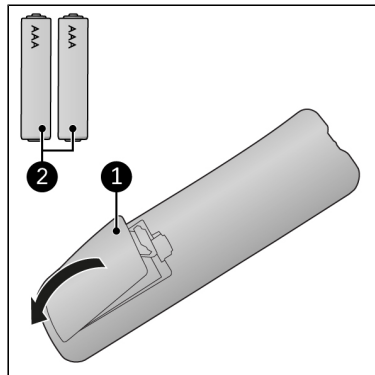

Abbildung 49.
1. Entfernen Sie die Abdeckung (Abbildung 49, Pos. 1).
3. Legen Sie zwei Batterien (AAA 1,5 V) (Abbildung 49, Pos. 2) wie angegeben im Batteriefach ein. Stellen Sie sicher, dass die Batterien richtig eingelegt sind.